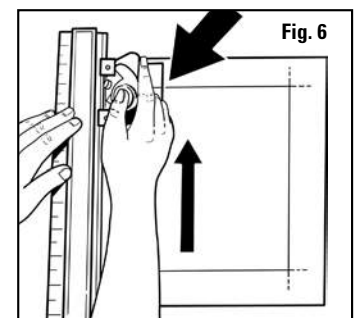

Fig. 6
4. Manteniendo la presión hacia abajo en el Sujetador de la cuchilla, deslice el Cortador de Bisel lejos de usted hasta que la línea de plata en ella se intercepte con la línea de lápiz superior. Asegúrese de mantener la presión uniforme hacia abajo. **Fig. 6**